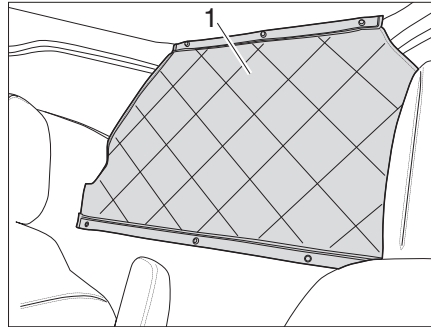

Figura 7 Enrollar la cubierta de acceso
- Abrir y enrollar la cubierta de acceso (Figura 7,1).